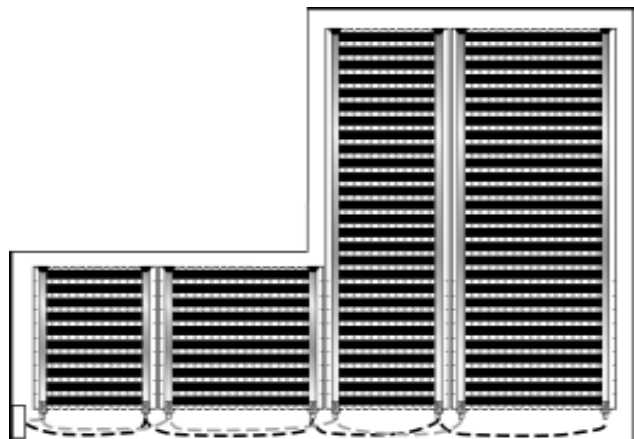
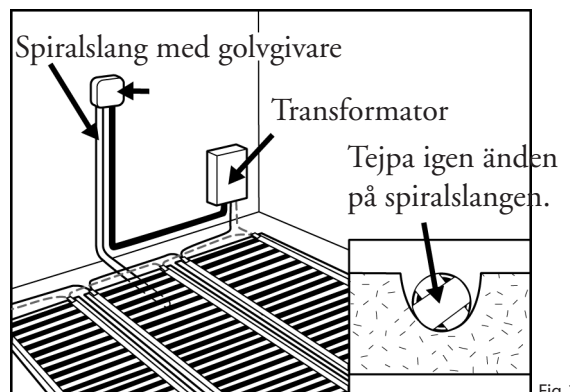

Fig.2
Fig.3
- Planera plats för transformatorn, se Fig 3.
Följande två alternativ, se Fig 1-2, visar olika möjligheter till förläggning och sammankoppling av folierna. Vid större golv kan man behöva använda en kombination av Fig 2 och Fig 3. De olika bredderna kan kombineras valfritt för att täcka ytan på bästa sätt.
Fräs eller hugg ett spår för spiralslangen enligt Fig 3. Slangen avslutas mitt under en folie. Gör en mjuk böj för att lättare få igenom golvgivaren. Skjut in givaren i slangens och tejpa igen änden.